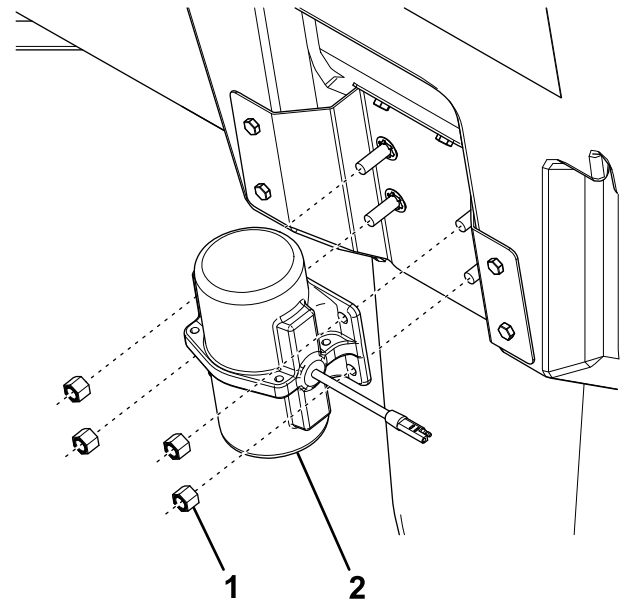

Bild 5
7. Schieben Sie den Rüttler auf die vier Schrauben und sichern Sie ihn mit vier Sicherungsmuttern (Bild 5).